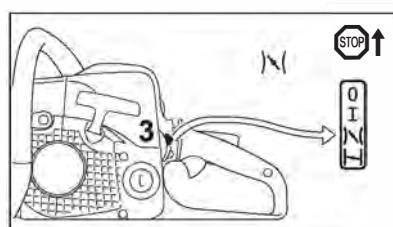

Рис. 49
- Комбинированный рычаг (рис. 49, поз. 3) установить в положение газа запуска )＼( и продолжить запуск.